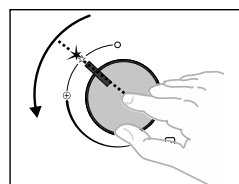
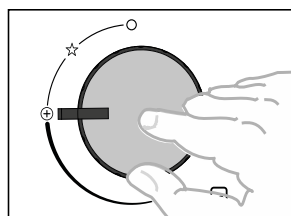

Figura 27
Figura 28
- Presione la perilla para generar la chispa requerida para la ignición (Ver figura 27). Gire la perilla a la posición de máximo (Ver figura 28). Una vez encendida la fuente de calor suelte el interruptor y ubique la perilla en la posición deseada para el proceso de cocción.